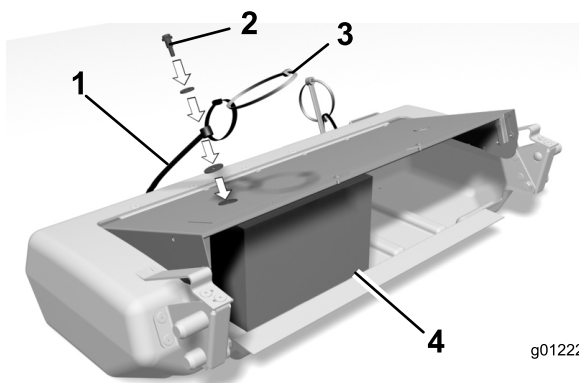

図 12
1. 出荷時にストラップボルトにつけているワッシャとナットを取り外す【図 12】。
2. ストラップについているケーブルタイを取っ手代わりに使って各ストラップを引き伸ばして、ストラップをワッシャ2枚とロックナットでバスケットに固定できるようにする【図 12】。バスケット上部の左右それぞれに、ワッシャを取り付ける。
**注** 木片20cm x 10cm【図 12】をバスケットの中に入れてバスケットの天井を支えておくとストラップの取り付けが簡単です。